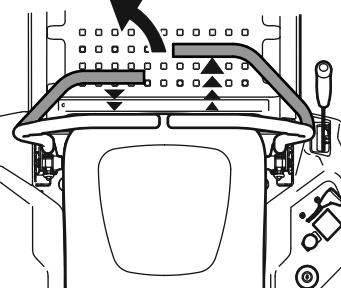

Figure 26
1. Pour tourner à gauche, tirez la barre de conduite gauche vers vous et poussez la barre de conduite droite vers l'avant. Voir Figure 26.